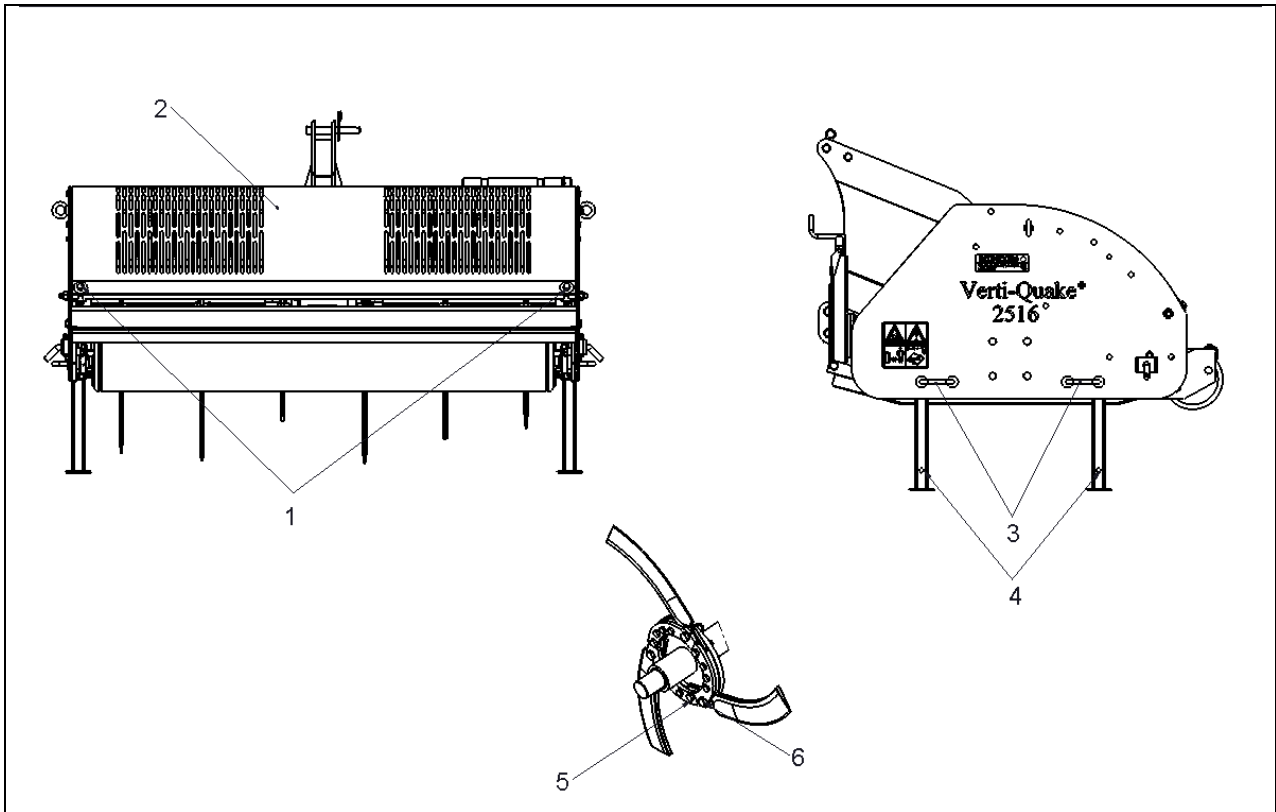

Fig. 7
1. Öppna en access panel (2) att lösa bultar (1) och tillgång luckan att köra (Fig. 7)
12. Montera inspektionsluckorna 2 och säkra dem genom att skruva åt bultar 1. (Fig. 7)